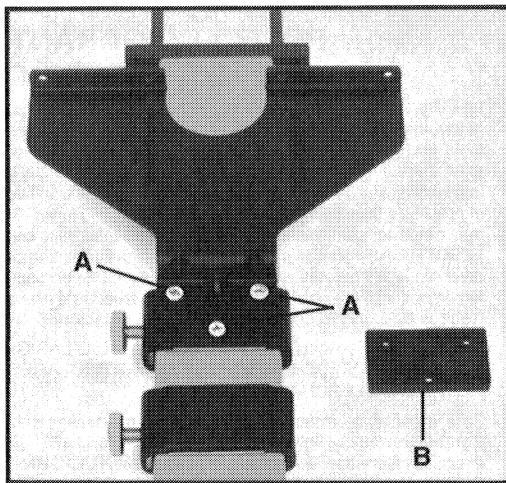

Fig. 6
1. Saque los tres tornillos (A), Fig. 6, de la guía de borde y la placa de guía. (Guarde los tornillos para uso futuro.)
2. Coloque el separador para guía de borde (B), Fig. 6, entre la placa de guía y el deslizador. Fíjelo con tres tornillos No. 10-24 x  $\frac{5}{8}$ " del paquete de tornillería.